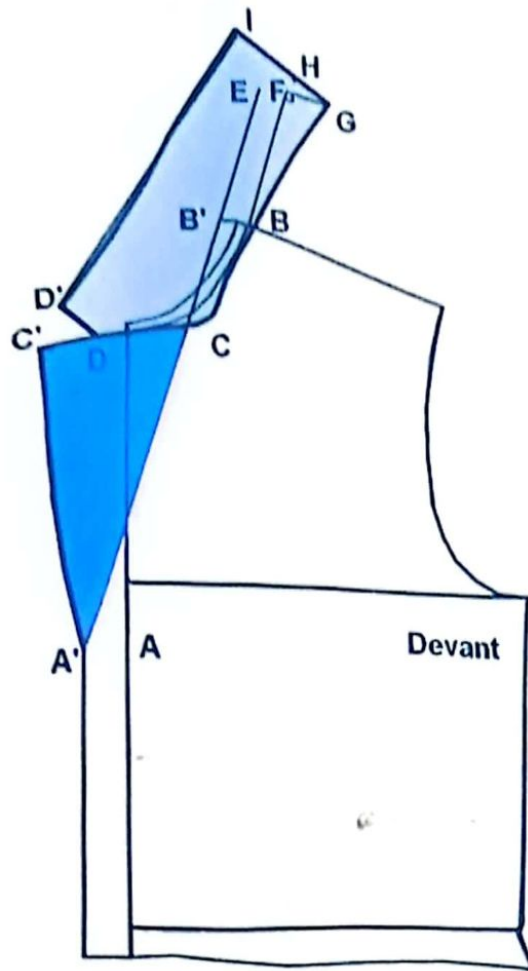

FIG. 3
- **G-H-I** = hauteur du pied de col + du tombant. Tracez une ligne perpendiculaire à la ligne **G-B** et portez les valeurs du col selon le modèle (exemple 2,5 cm pour le pied de col et 5 cm pour le tombant du col) (fig.3).
- **I-D'** = tracez la partie extérieure du col en ligne droite, divisez cette valeur en 2, arrondissez la partie supérieure de 2 à 3 mm en courbe convexe et la partie inférieure en courbe concave environ de 2 mm inférieure à la ligne droite comme indiqué sur le schéma (fig.3).
- **G-B-C-D-D'-I-H-G** = contour du col tailleur (fig.3 et 4).